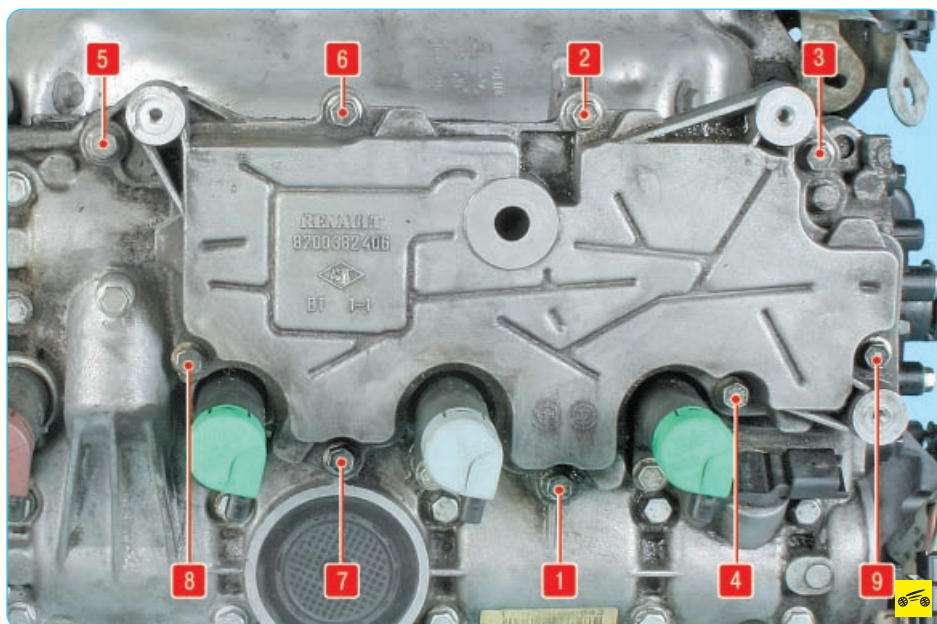

Рис. 5.3. Порядок затяжки болтов крепления маслоотделителя
9. Затяните болты крепления маслоотделителя моментом 13 Н·м в последовательности, показанной на рис. 5.3.